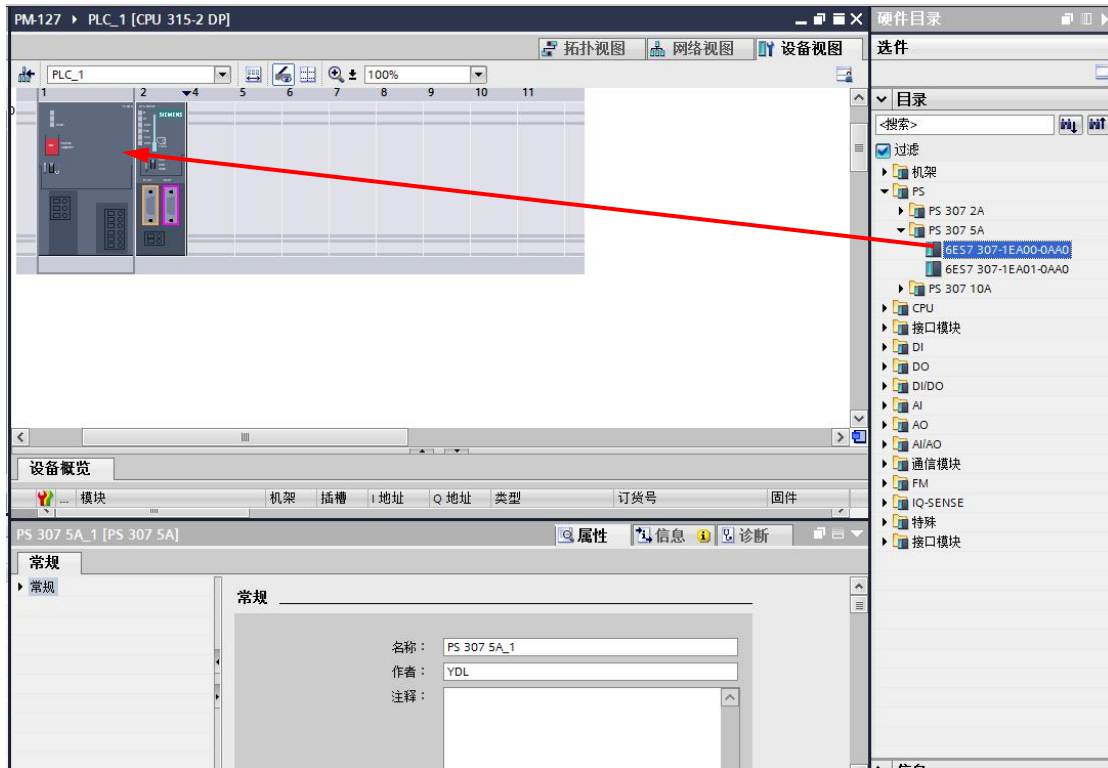

图 14 添加电源模块
3.2 添加电源模块，在右侧目录窗口中选择 PS > PS 307 5A > 6ES7 307-1EA00-0AA0，双击或拖动将电源添加到机架上，如图 14 所示：